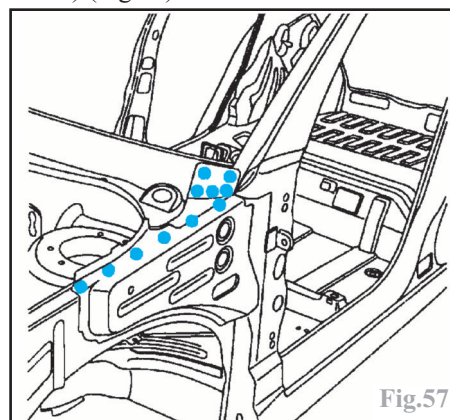

Fig.57
- par points électriques (avec l'équipement AB1) (Fig.57).